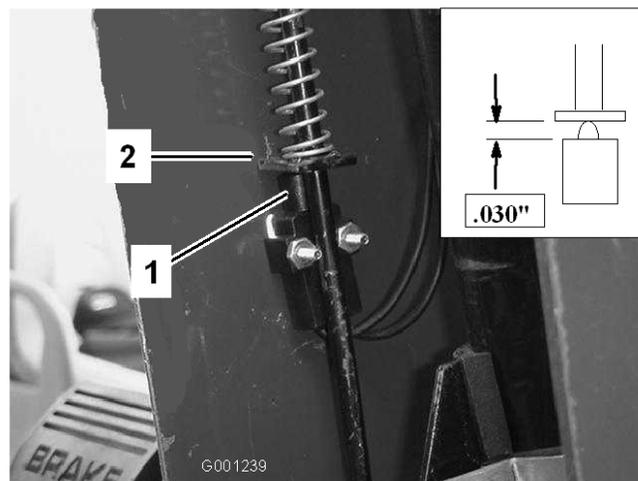

Figura 60
- Faça deslizar a cobertura para cima, ao longo da coluna de direcção, de modo a expor o interruptor do travão de mão (Figura 60).
- Alinhe a aleta da barra do travão de mão com o êmbolo do interruptor (Figura 60).
- Pressione a barra do travão de mão para baixo e empurre para cima o interruptor até que o comprimento da mola em compressão do êmbolo do interruptor seja de 0,8 mm (Figura 60, em destaque). Esta é a distância entre a aleta da barra do travão e a estrutura do êmbolo do interruptor.